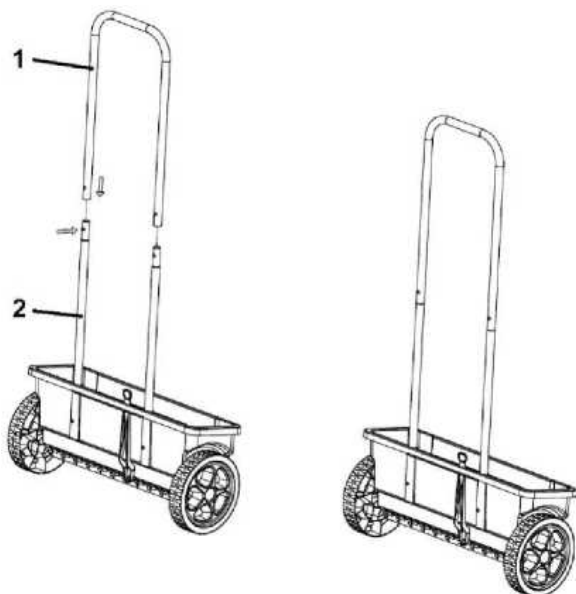

Рис.3
2. Соедините верхний кронштейн (рис. 3, поз. 1) с нижними кронштейнами (рис. 3, поз. 2). Щелчок защелок должен свидетельствовать о правильности установки.